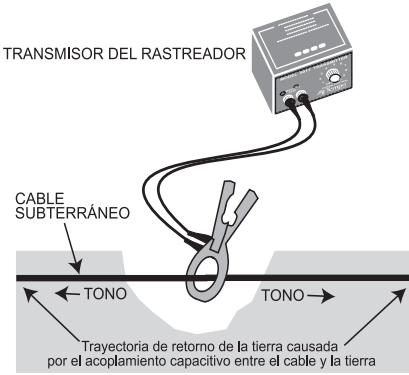

Fig. 11. Acoplamiento en la mitad del tendido
2. **Acoplamiento en la mitad del tendido:** Si el cable en cuestión es relativamente largo se permite que la corriente vuelva a fluir hacia atrás a través de la tierra mientras que se transmite el tono en ambas direcciones. (Consulte la Fig. 11)